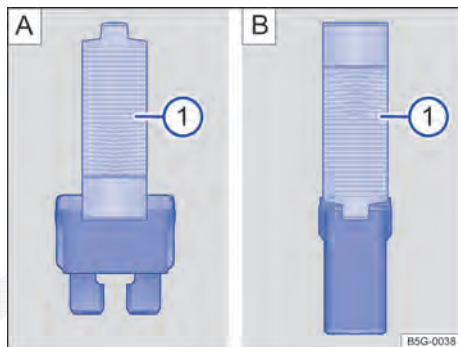

Fig. 223 Retirar ou colocar o fusível com a pinça de plástico: **A** fusível plano, **B** fusível de bloqueio.
- De acordo com a versão do fusível, colocar as garras adequadas da pinça de plástico ⇒ Fig. 223 **A** ① ou ⇒ Fig. 223 **B** ① lateralmente no fusível.
- Se o fusível estiver queimado, substituir o fusível por um novo da *mesma* intensidade (mesma cor e inscrição) e do *mesmo* tamanho ⇒ ①.